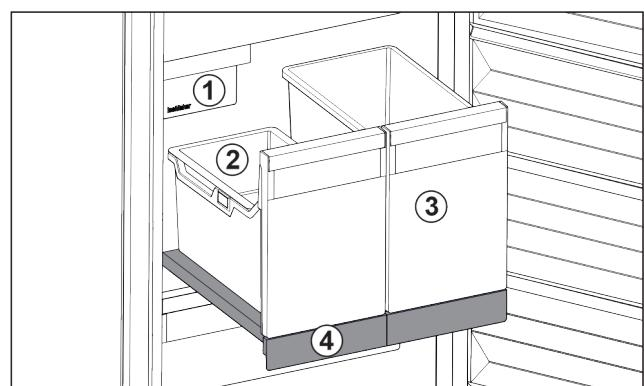

Fig. 21 Vyťahovacia polička s IceTower
- (2) Závesná miska na kocky ľadu
- (4) Vyťahovacia polička
Na vyťahovacej poličke sú dve vysoké nádoby (IceTower). V nádobe Fig. 21 (2) sa hromadia a skladujú kocky ľadu z IceMaker. Nádoba Fig. 21 (3) sa hodí na skladovanie vysokých potravín, ako sú pizze alebo alkoholické nápoje.